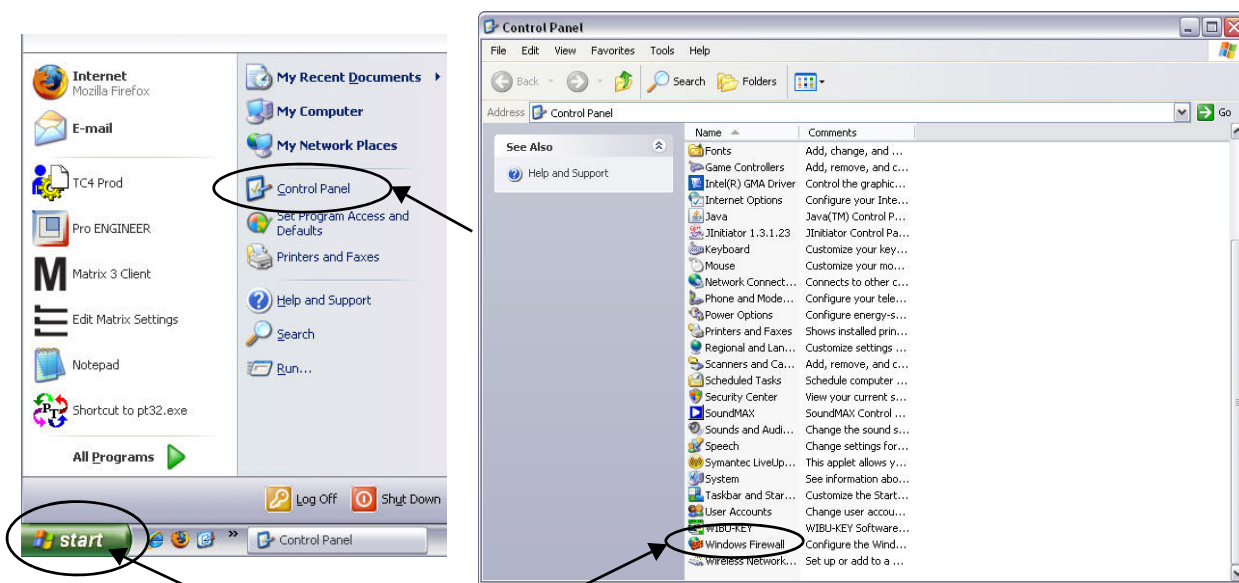

FIG. 24
1. Para iniciar el editor, haga clic en Inicio/Todos los programas/Firewall de Windows (FIG. 24).